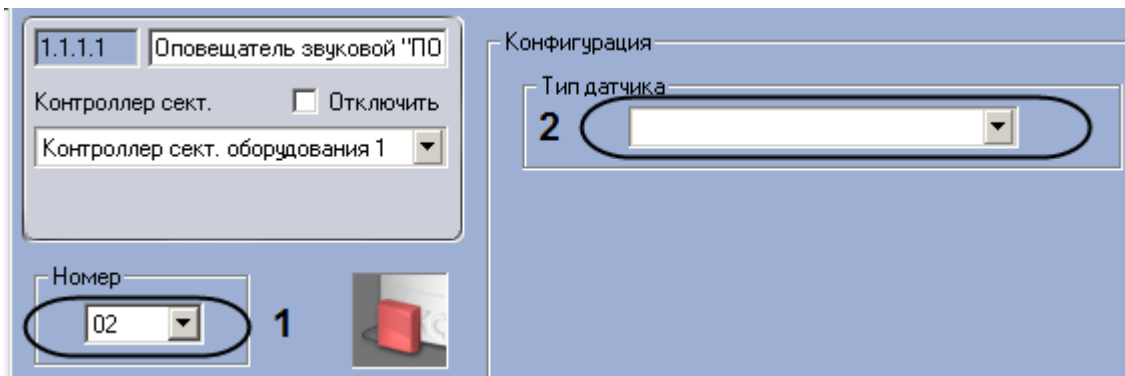

Рис. 3.6—13. Настройка звукового оповещателя ПОЖАР
2. Выбрать номер выхода контроллера сектора оборудования, к которому подключено устройство, из раскрывающегося списка **Номер** (см. Рис. 3.6—13, 1).
3. Выбрать тип подключаемого датчика из раскрывающегося списка **Тип датчика** (см. Рис. 3.6—13, 2).